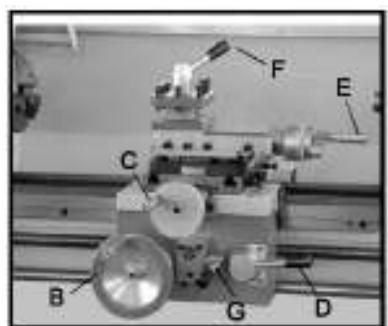

Рис.15
10. Продольная подача (B, Рис. 15)
11. Маховик поперечной подачи (C, Рис. 15)
12. Рукоятка маточной гайки (D, Рис. 15)
13. Рукоятка перемещения верхних поворотных салазок суппорта (E, Рис. 15)
14. Зажимная рукоятка резцодержателя (F, Рис. 15)
15. Переключатель подачи по осям (G, Рис. 15)
Поверните рукоятку (G, Рис. 15) влево и вниз, чтобы включить поперечную подачу. Поверните рукоятку вправо и вверх, чтобы включить продольную подачу.